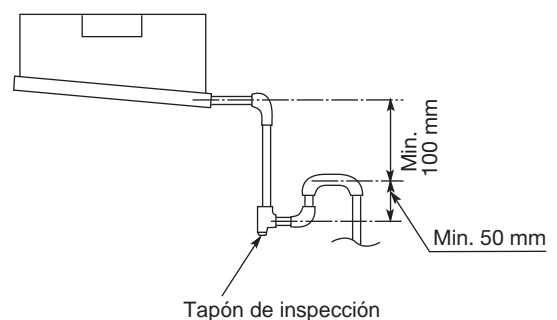

Fig. 3-104c
5. Hay que prever en la instalación un sifón con un tapón de servicio en caso de taponamiento (Fig. 3-104c)